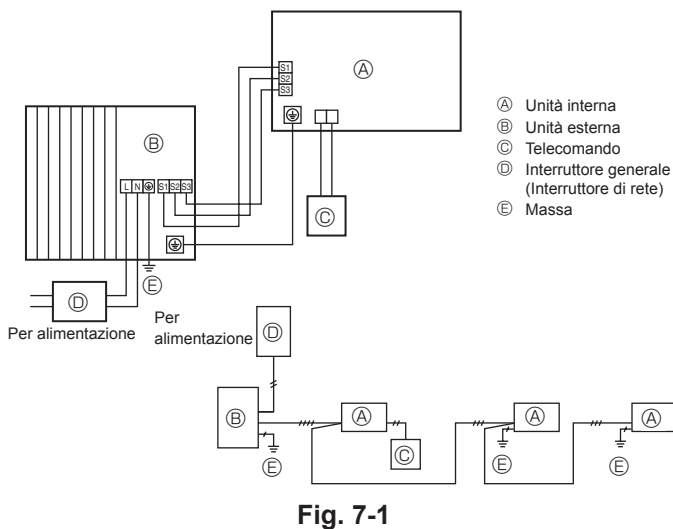
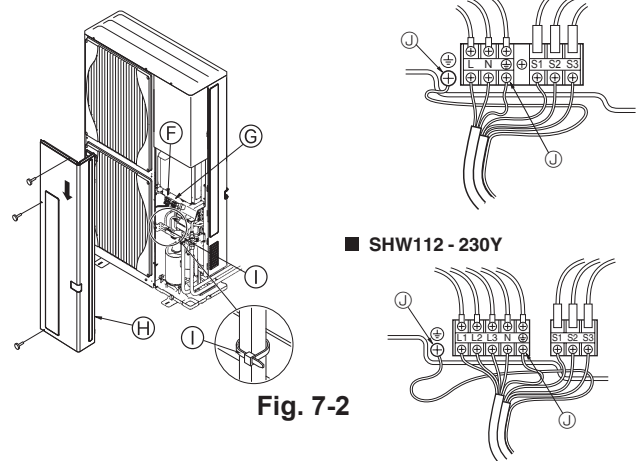

Fig. 7-1
Fig. 7-2
7.1. Unità esterna (Fig. 7-1, Fig. 7-2)
- ① Rimuovere il pannello di servizio.
- ② Posizionare i cavi secondo la Fig. 7-1 e la Fig. 7-2.